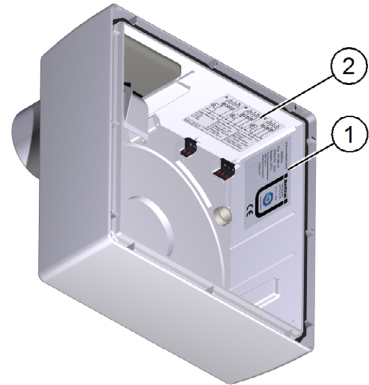

Abb. 3: Lage des Typenschilds
- Pos. 1 in Abb. 3 zeigt die Lage des Typenschilds.
- Pos. 2 in Abb. 3 zeigt die Lage des Aufklebers mit dem elektrischen Anschlussschema.